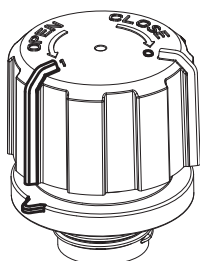

Fig.3
- Girando la tapa en sentido horario unos pocos grados, se alcanza la posición de ventilación: el índice en la tapa marcada por la cifra 1 se encuentra alineado con el índice del conector roscado (fig. 3).